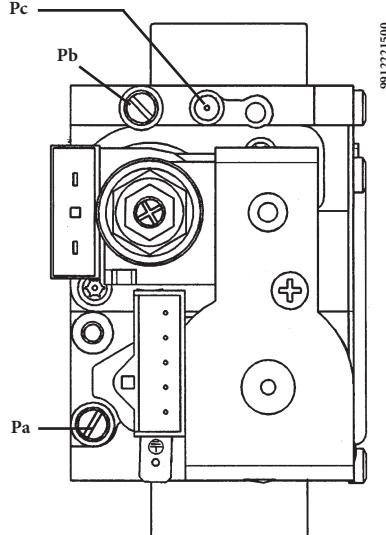
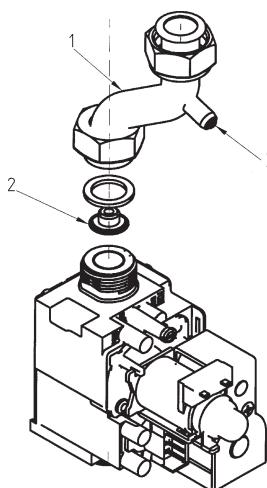

Figura 12a
Figura 12b (modelos 240/40 i - 240/60 i - 240/40 Fi y 240/60 Fi)
- desmontar el tubo de alimentación gas (1 de la Figura 12b);
- sustituir el inyector para diafragma montado en la válvula del gas (2);
- conectar la toma de presión positiva de un manómetro diferencial, posiblemente de agua, a la toma de presión (**Pb**) de la válvula del gas (figura 12a). Para los modelos 240 i/Fi utilizar la toma de presión (3) presente en el tubo de alimentación gas (figura 12b). Conectar, sólo para los modelos con cámara estanca, la toma negativa del mismo manómetro a un especial "T" que permita conectar entre ellos la toma de compensación de la caldera, la toma de compensación de la válvula del gas (**Pc**) y el manómetro. (Se puede efectuar una medición equivalente conectando el manómetro a la toma de presión (**Pb**) y sin el panel frontal de la cámara estanca).
- controlar que la presión dinámica de alimentación de la caldera, medida en la toma de presión (Pa) de la válvula del gas (figura 12a), sea correcta (**30 mbar** para el gas **butano**, **37 mbar** para el gas **propano** o **20 mbar** para el gas **metano**).